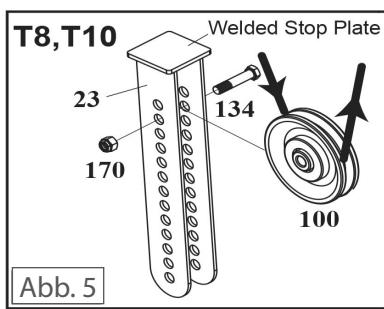

Abb. 5
4. Abb. 5: Montieren Sie die Umlenkrolle T8 und T10 in den verstellbaren Umlenkrollenhalterungen (23) mit je einer Sechskantschraube (134) und einer Nylonmutter (170). Ziehen Sie die Schraube noch nicht fest an, da die Umlenkrolle möglicherweise noch verstellt werden muss. Führen Sie das Kabel unterhalb der Umlenkrolle T8 entlang.